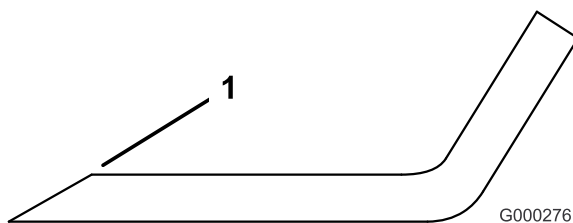

**Figure 85**
2. Examinez attentivement les tranchants de la lame, particulièrement au point de rencontre des parties plane et relevée (Figure 85).
**Remarque:** Le sable et les matières abrasives peuvent éroder le métal à cet endroit, c'est pourquoi il est important de contrôler l'état de la lame avant d'utiliser la tondeuse. Remplacez la lame si elle vous semble usée (Figure 85).